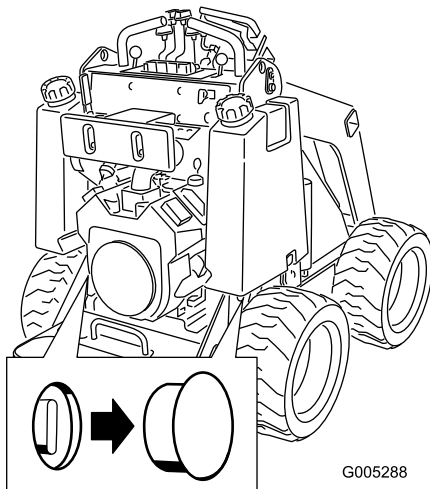

Bild 10
2. Entfernen Sie die Abdeckungen aller Schleppventile (Bild 10).